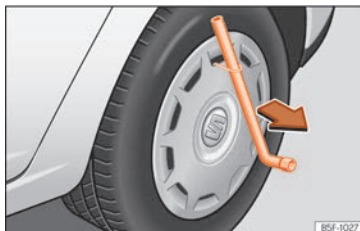

Abb. 72 Die Radvollblende vom Rad abnehmen.
- Ziehen Sie die Radvollblende mit dem Drahtbügel ab »» Abb. 72.